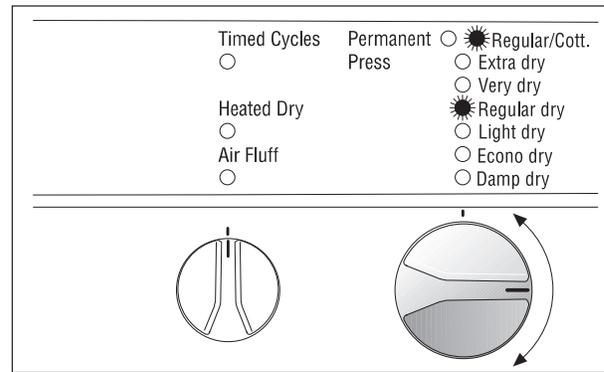

Figure 3.
- Utiliser les **cycles de séchage électronique automatique** (la sècheuse fonctionne jusqu'à ce que le niveau de séchage désiré soit atteint) en tournant le bouton de sélection de cycle (voir figure 3).